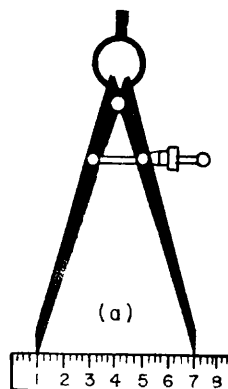

Fig. 4
- a Abra el compás hasta la medida determinada (fig. 4).